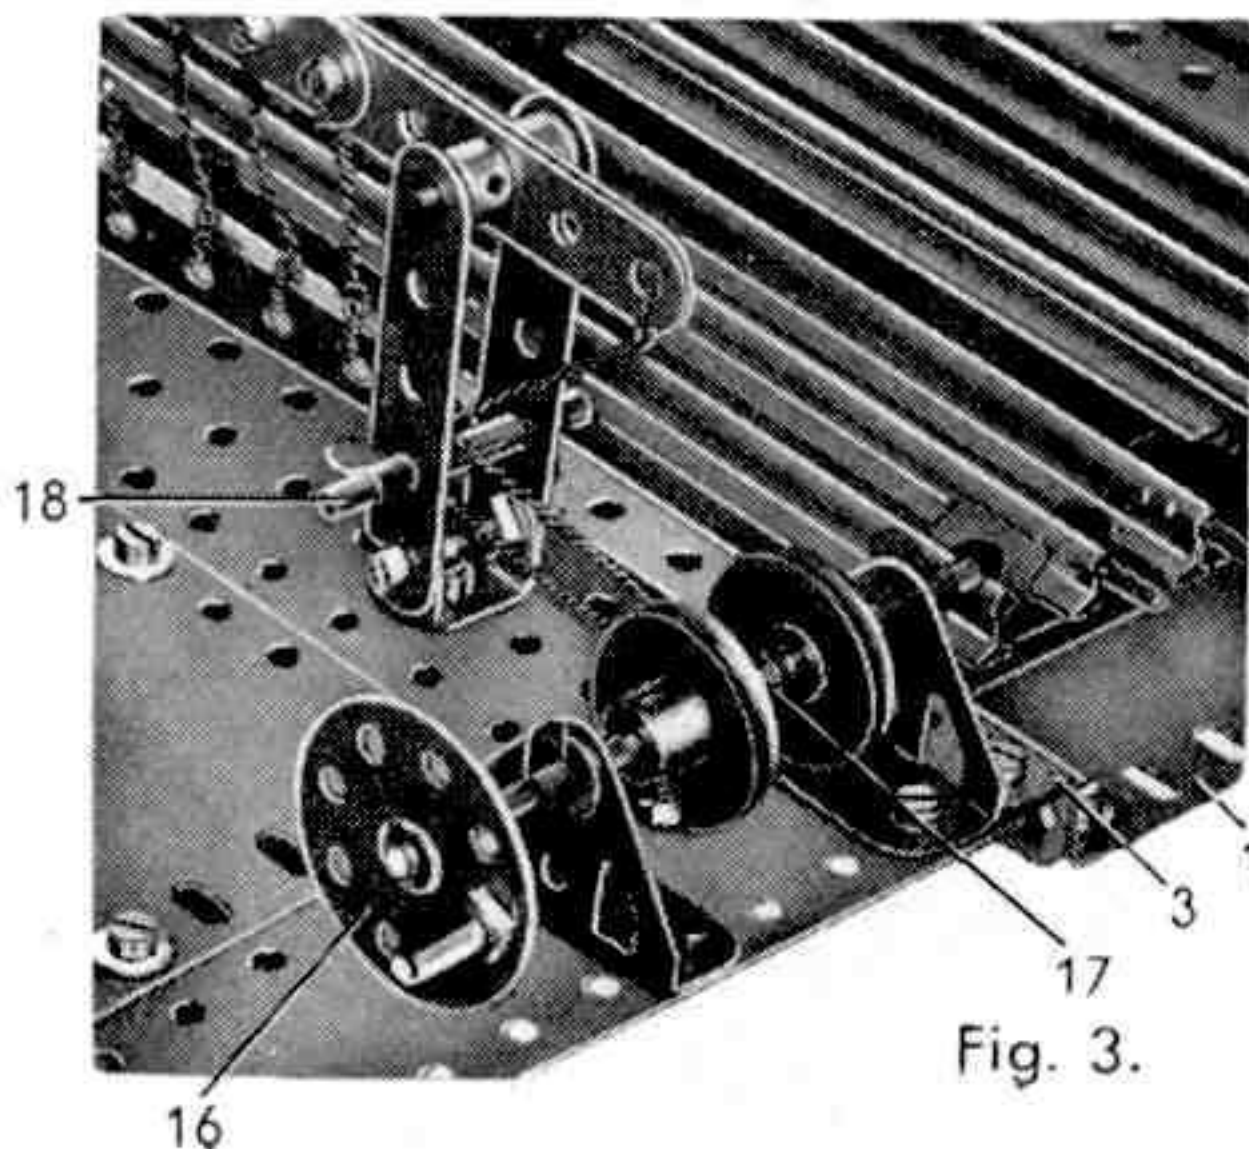

Fig. 3.
Les deux barrières sont commandées par une manivelle (fig. 3). Celle-ci est formée d'une roue barillet (16) munie d'une cheville filetée et bloquée à l'extrémité d'une tringle de 9 cm. La tringle est tenue en place par des clavettes dans deux embases triangulées coudées boulonnées sur une des plaques flexibles (9). Elle porte deux poulies de 25 mm. entre lesquelles est passé un ressort d'attache (17).